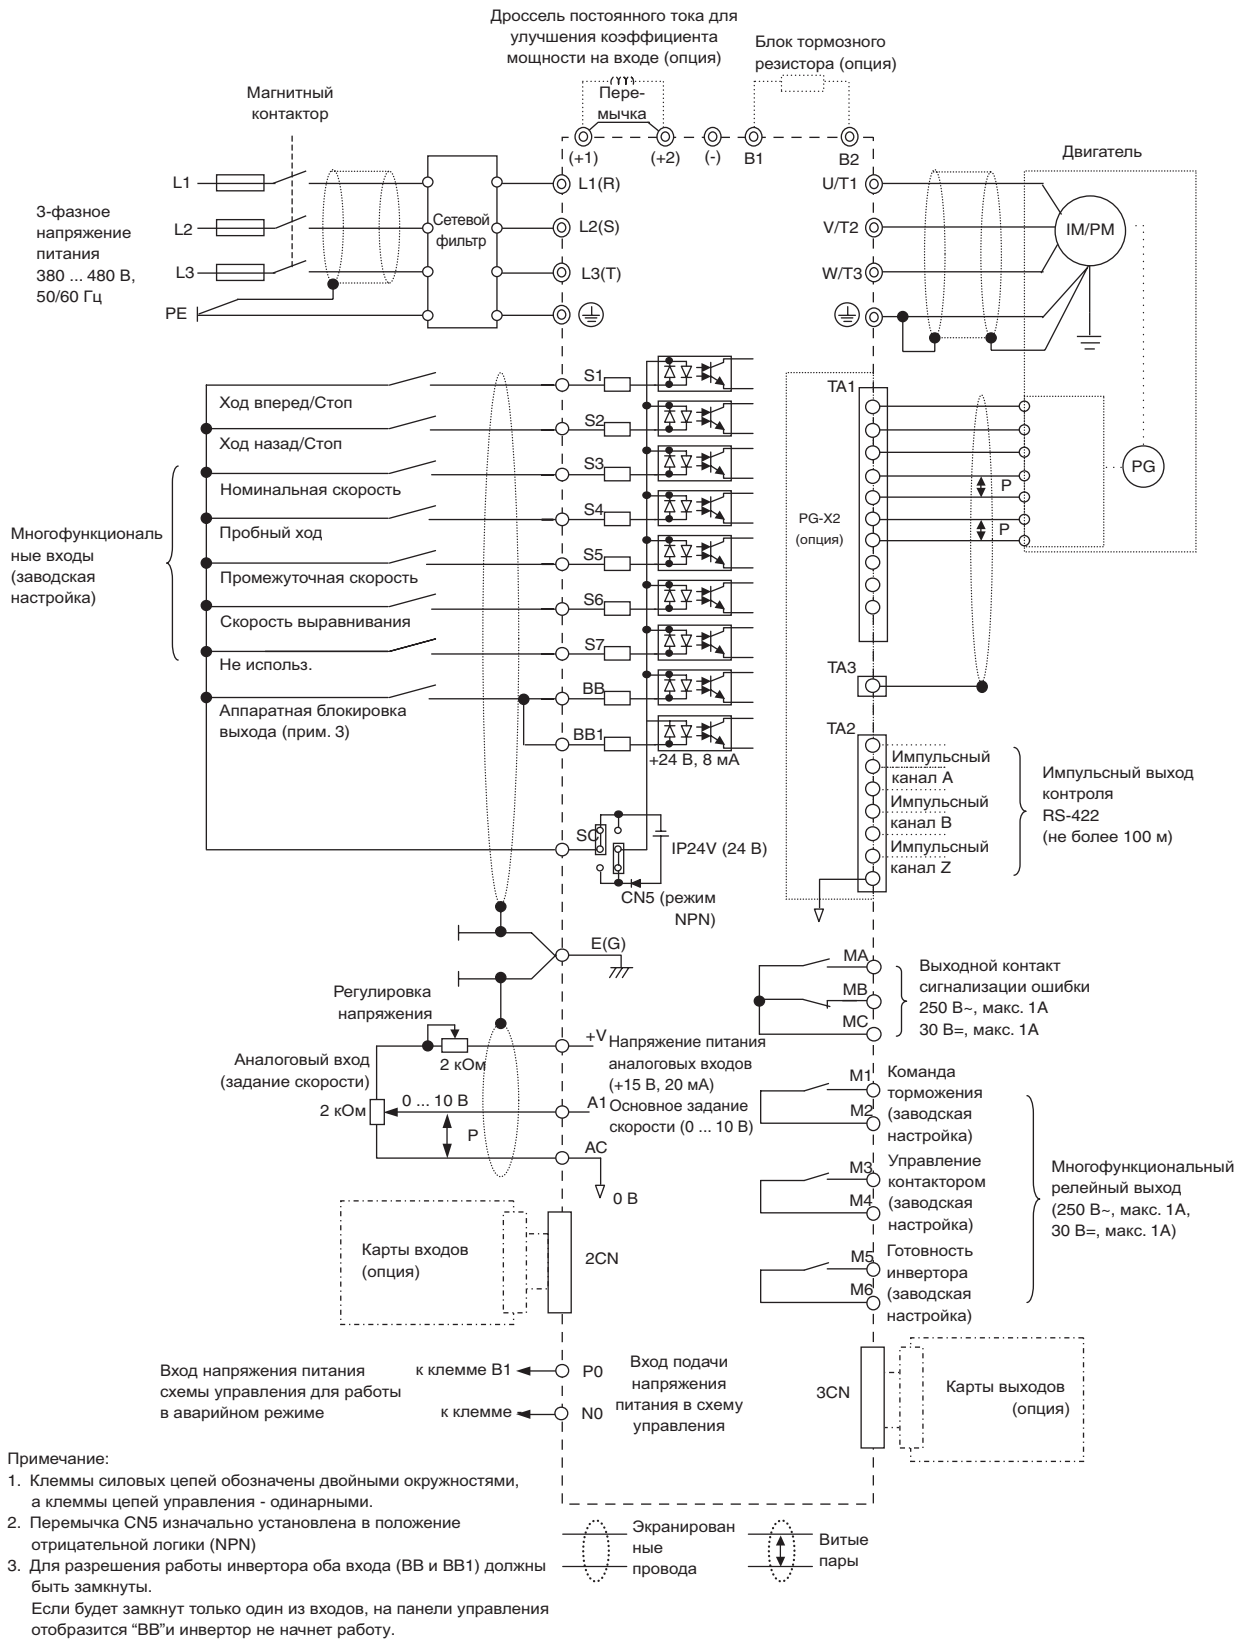

Рис. 4 Схема подключения инвертора
1. Подключение цепей дискретных входов S1,...,S7 и ВВ, В1 на Рис. 4 показано для случая, когда источником сигналов являются механические контакты или транзисторы NPN-типа (общий 0 В, отрицательная логика). Такая схема выбрана по умолчанию. Подключение транзисторов PNP-типа и использование внешнего источника питания 24 В описано в Таблица 3.